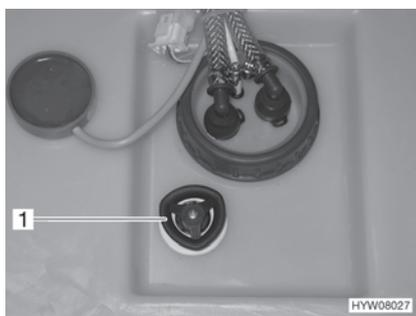

Fig. 143 Depósito de agua con tirador giratorio
- Girar el tirador giratorio (Fig. 143,1) sobre el depósito de agua en sentido de las agujas del reloj, hasta el tope.
- Girar el tirador giratorio (Fig. 143,1) sobre el depósito de agua en sentido contrario a las agujas del reloj, hasta sentir resistencia. El agua se saldrá hasta aprox. 20 litros.